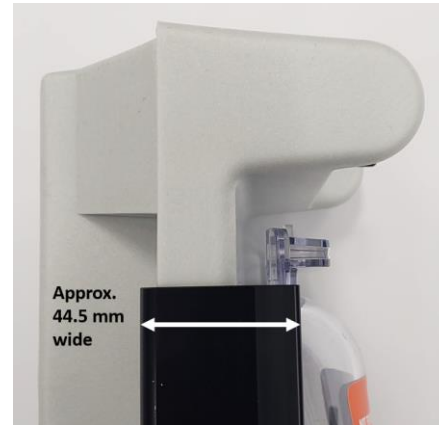

Abbildung 3: Schmales Scharnier Breite 44.5mm
2. Wenn das Gerät über das schmalere Scharnierbauteil wie in Abbildung 3 dargestellt verfügt, ist es nicht betroffen, und Sie können das Gerät gemäß den Anweisungen in 3b und 3c unten dargestellt weiterverwenden.